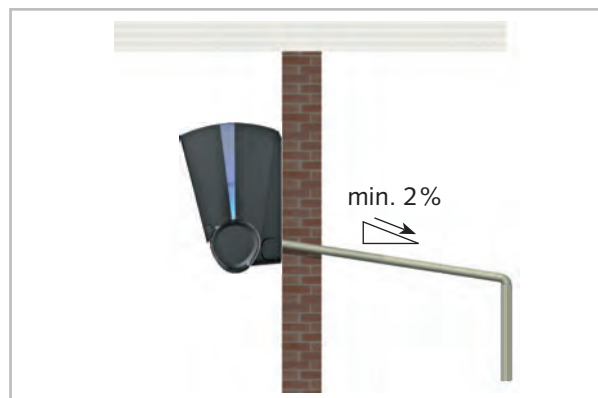

Abb. 38: Kondensatsanschluss Innengerät
- Die bauseitige Kondensatleitung ist mit einem Gefälle von min. 2 % zu verlegen (Abb. 38). Gegebenenfalls sehen Sie eine dampfdiffusionsdichte Isolation vor.